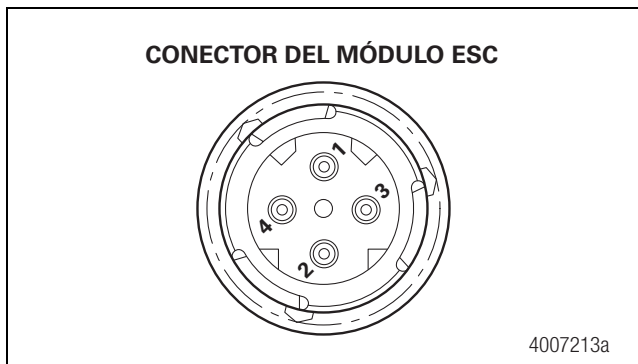
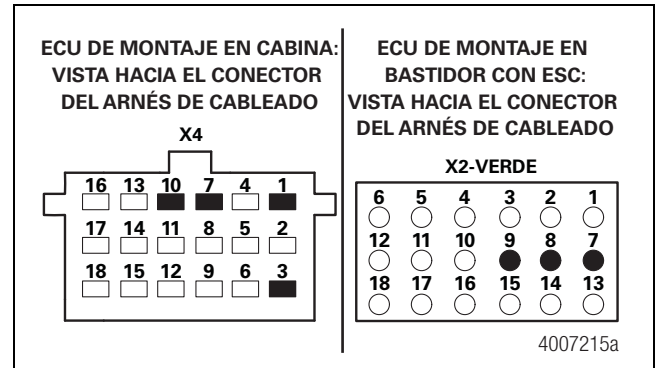

Figura 3.33
Figura 3.34
- Hacer mediciones en el conector del arnés del módulo ESC. Figura 3.33 y Figura 3.34.